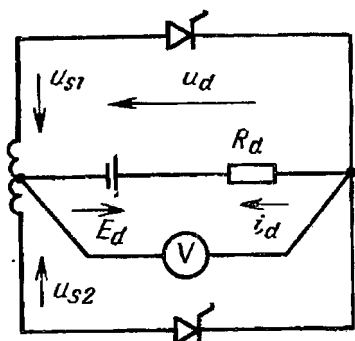

Рис. 2. Управляемый выпрямитель со схемой 1Ф1Н2П, работающий на нагрузку, представленную противо-ЭДС E_d и резистором R_d
6. Определите напряжение, показываемое вольтметром в схеме на рис. 2, если $U_s = U_{s1} = U_{s2} = 100 \text{ В}$, $E_d = 70,5 \text{ В}$ и а) $\alpha = 0^\circ$, б) $\alpha = 90^\circ$. Ширина импульса равна 60° . Применен вольтметр электродинамической системы. Трансформатор и вентили идеальные.